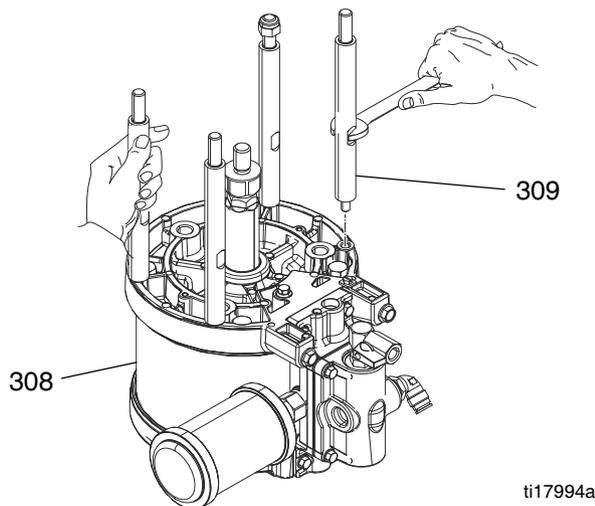

図 3
- タイロッド (309) をエアモーター (308) の下に取付けます。図 3 を参照してください。